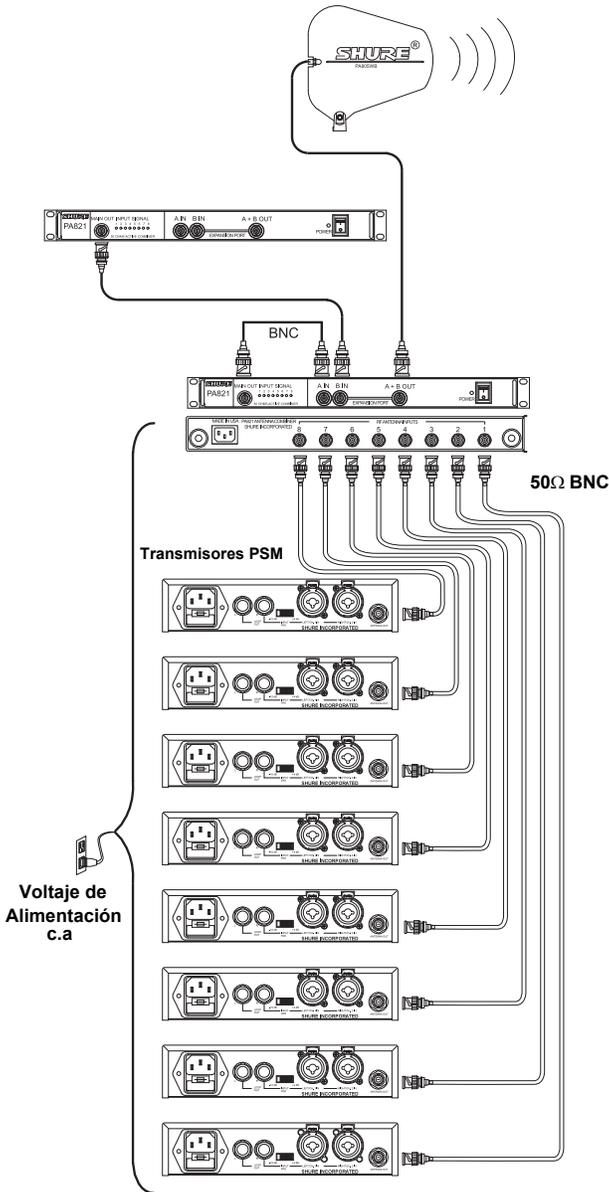

FIGURA 3
4. Conecte una antena a la salida "A + B OUT" del puerto de expansión (**EXPANSION PORT**). Para situaciones de banda ancha, utilice la antena direccional PA805-SWB, (Figura 3).